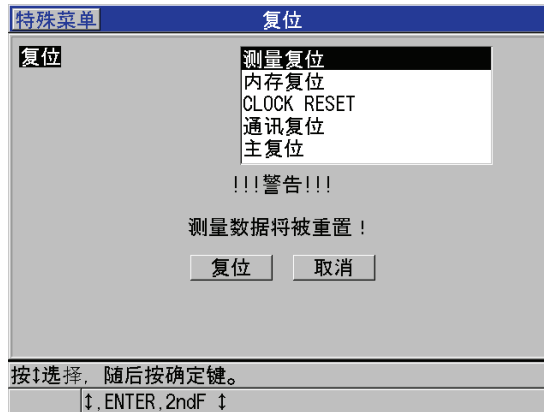

图 15-1 激活复位功能
3. 在**复位**屏幕中 (参见第 237 页的图 15-1 ):